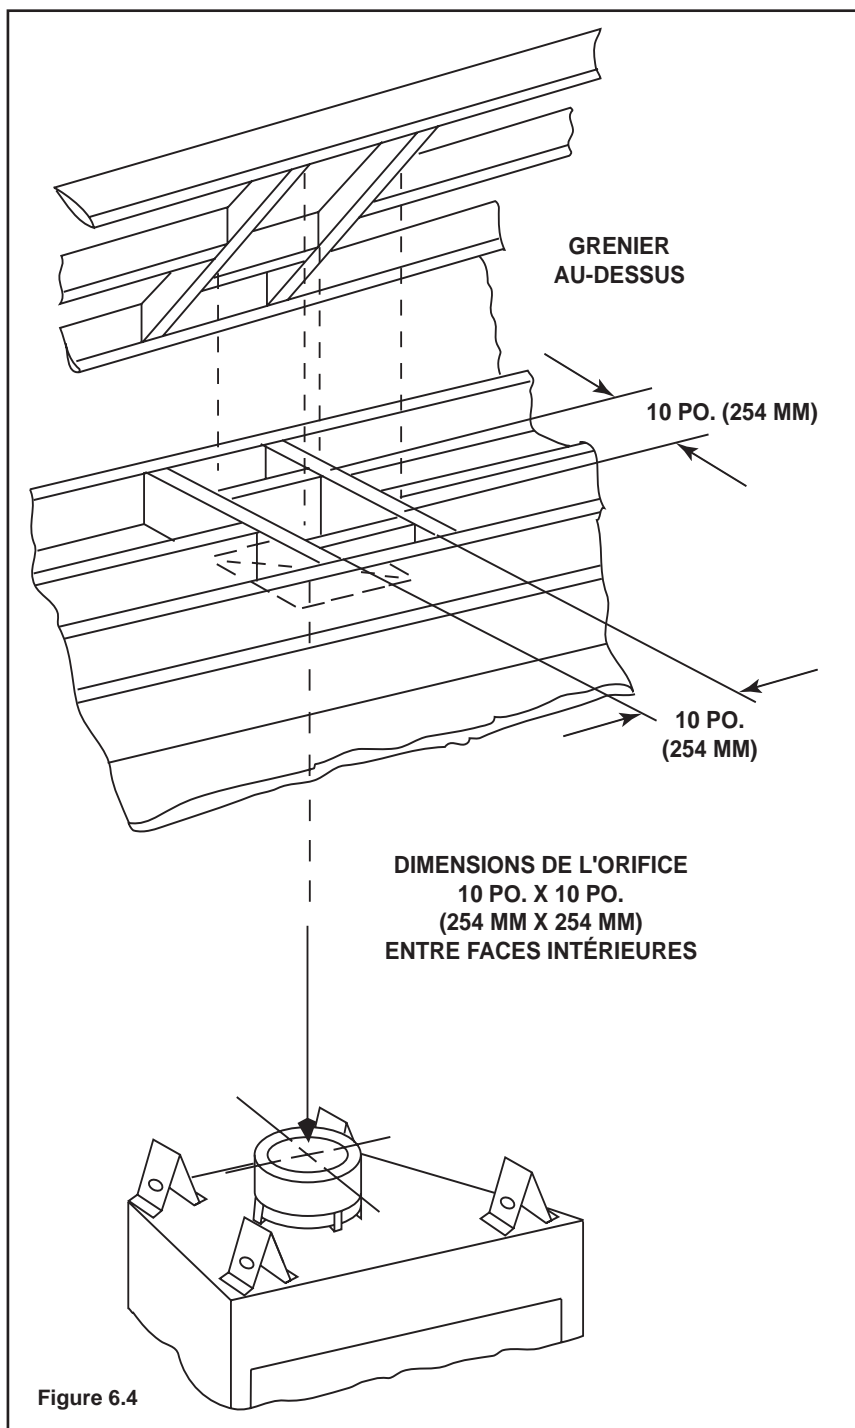

Figure 6.4
- Encadrez une ouverture de 10 pouces par 10 pouces lorsque le système d'évacuation pénètre dans un plafond plancher (voir la figure 6.4).